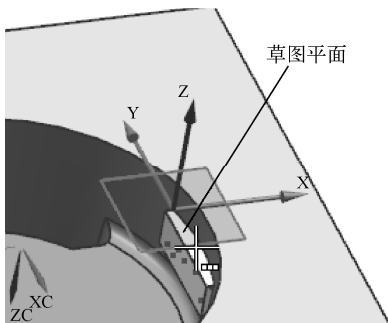

图 8-46 选择草图平面
(6) 继续向-ZC 方向拉伸滑块头。单击【拉伸】按钮，弹出如图 8-42 所示的【拉伸】对话框，在视图区选择如图 8-46 所示的面作为草图绘制平面，切换到草图平面。